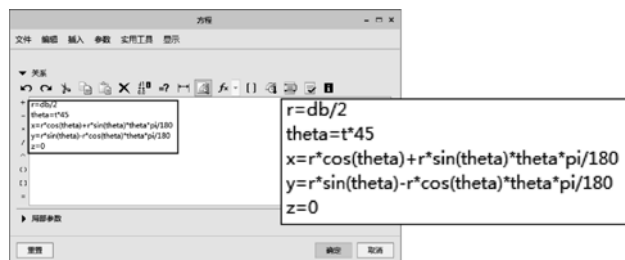

图 6-64 添加渐开线方程式
- 然后单击“方程”按钮，打开“方程”窗口，在记事本中添加如图 6-64 所示的渐开线方程式，完成后单击“确定”按钮 .